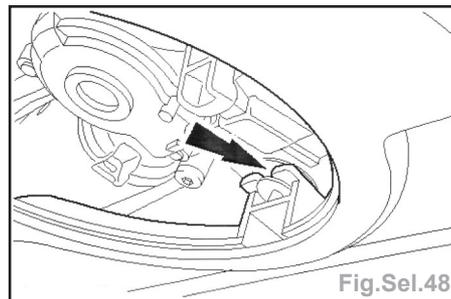

Fig.Sel.48
- Détacher la garniture de pavillon à l'arrière de la baie de la console de pavillon (Fig.Sel.48).